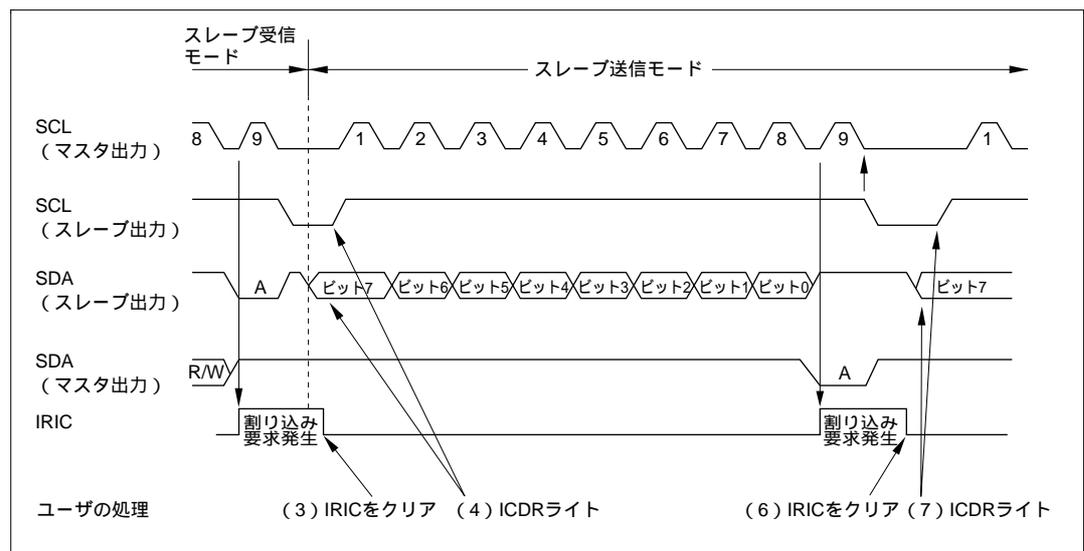

図 13.8 スレーブ送信モード動作タイミング (MLS = WAIT = ACK = 0 の時)
- (1) ICMR の MLS、WAIT および ICCR の MST、TRS、ACK、CKS2 ~ CKS0 を動作モードに合わせて設定します。また、ICCR の ICE を 1 にセットします。
- (2) 開始条件を検出後の第 1 バイトでスレーブアドレスが一致した時、9 クロック目でスレーブデバイスは、SDA を Low レベルにし、アクノリッジを返します。同時に ICSR の IRIC が 1 にセットされ、割り込みを発生します。また、8 ビット目のデータ ($R\bar{W}$) が 1 の時 ICCR の TRS が 1 にセットされ、自動的にスレーブ送信モードに変化します。スレーブデバイスは、送信クロックの立ち下がりから ICDR にデータをライトするまで、SCL を Low レベルにします。
- (3) ソフトウェアで ICSR の IRIC を 0 にクリアします。
- (4) ICDR にデータをライトします。スレーブデバイスは、図 13.8 で示すタイミングで、マスタデバイスが出力するクロックに、ICDR にライトされたデータを順次送出します。
- (5) 1バイトのデータ送信が終了し、送信クロックの9クロック目の立ち上がりで、ICSRのIRICが1にセットされます。このとき、ICCRのIEICが1にセットされているとCPUに対し割り込み要求を発生します。またこのスレーブデバイスは、送信クロックの立ち下がりからICDRにデータライトするまで、SCLをLowレベルにします。マスターデバイスは9クロック目にSDAをLowレベルにし、アクノリッジを返します。このアクノリッジはICSRのACKBに格納されるので、転送動作が正常に行われたかどうか確認することができます。
- (6) ソフトウェアでICSRのIRICを0にクリアします。
- (7) 送信を続ける場合は次に送信するデータをICDRにライトします。